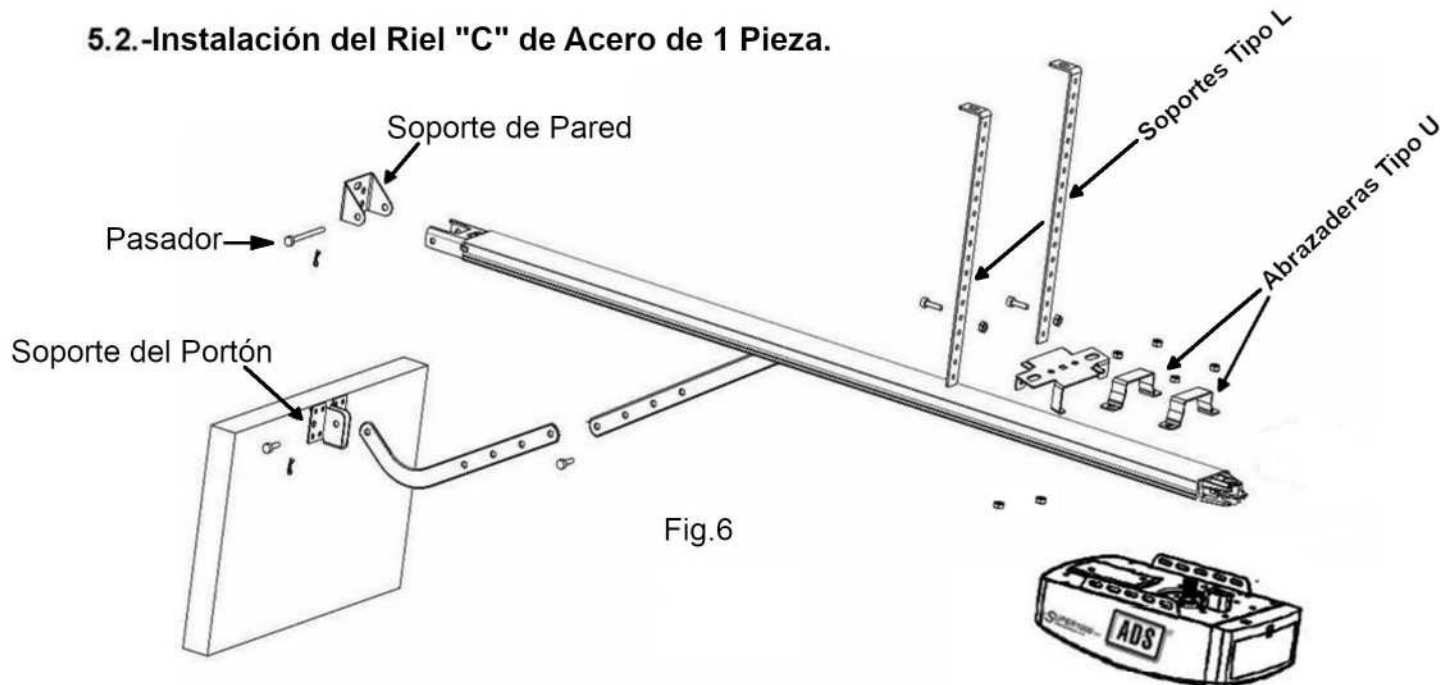
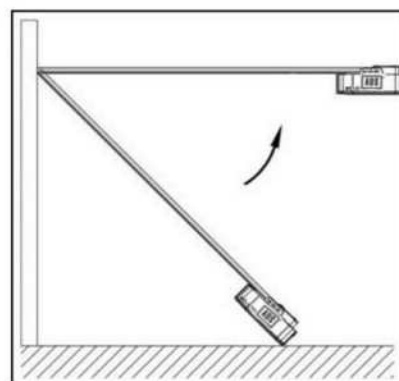

Fig.6
Fig.7
1. Una el Abrepuertas de Garage al Riel de Acero y Ensamble las 2 Abrazaderas tipo "U" con las Tuercas Suministradas M6. (Fig.6)
2. Coloque el Abrepuertas de Garage ensamblado con el Riel de Acero centrado sobre el Piso del Garage, con el Abrepuertas de Garage alejado del Portón. Levante la parte Delantera del Riel hasta el Soporte de la Pared (Fig.6) y Fijelo con el Pasador del Soporte de Pared. (Fig.7)
3. Levante y Apoye el Abrepuertas de Garage con una Escalera, Alinee el Riel con la Línea Central marcada en el Portón, el Riel debe quedar a nivel (Fig.7). Fije el Abrepuertas de Garage y el Riel al Techo mediante los Soportes Tipo "L". (Fig.7)